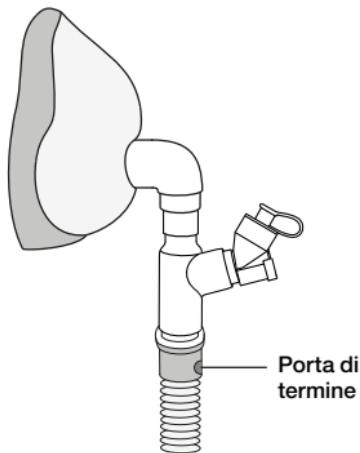

Figura 8. Collegamento del nebulizzatore Aerogen Solo a un circuito a un solo ramo non invasivo
2. Inserire Aerogen Solo e l'elemento a T tra la maschera e la porta di espirazione del circuito a un solo ramo per la ventilazione non invasiva utilizzando una maschera senza ventilazione (come mostrato in Figura 8).